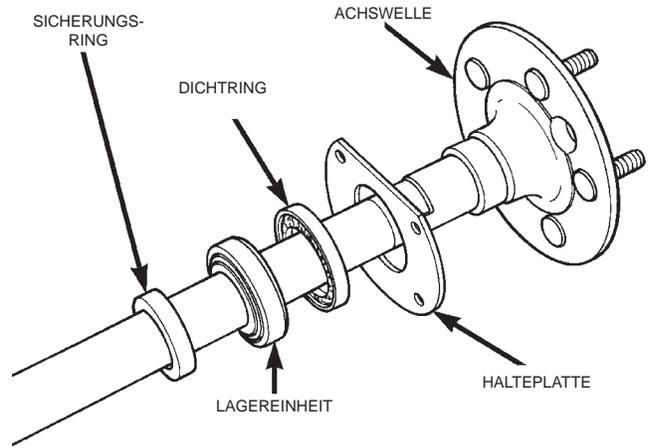

Abb. 15 Achswellenlager und Dichtring
- (1) Mit einem Haarlineal die Ebenheit der Halteplatte überprüfen. Die Platte austauschen, falls sie verzogen ist.
- (2) Halteplatte an der Achswelle montieren (Abb. 15).
(3) Die Dichtfläche des Wellendichtrings leicht einfetten.
(4) Den Wellendichtring so auf die Achswelle montieren, daß die Vertiefung im Dichtring zum Differential weist (Abb. 15).
(5) Lager mit Mopar® Radlagerfett oder vergleichbarem Fett schmieren. Hervorquellendes Fett außen am Lager abwischen.
(6) Das Lager so auf die Achswelle schieben, daß die Nut in der Außenseite zum Dichtring weist (Abb. 15).